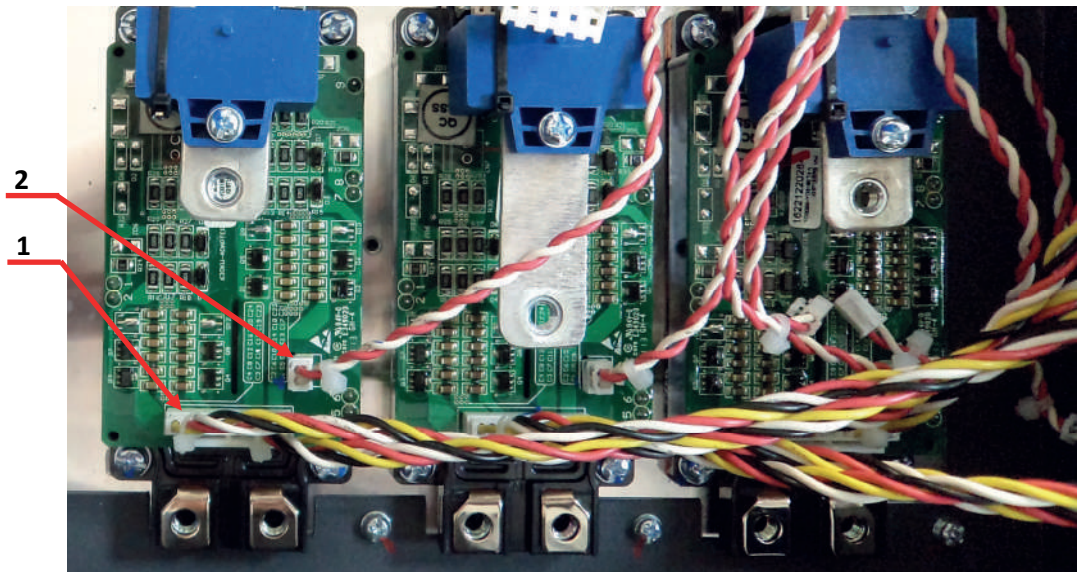

Рис.6.25
6.12.2. Отсоединить разъем поз.1 и разъем поз.2 от платы модуля IGBT (рис.6.25).